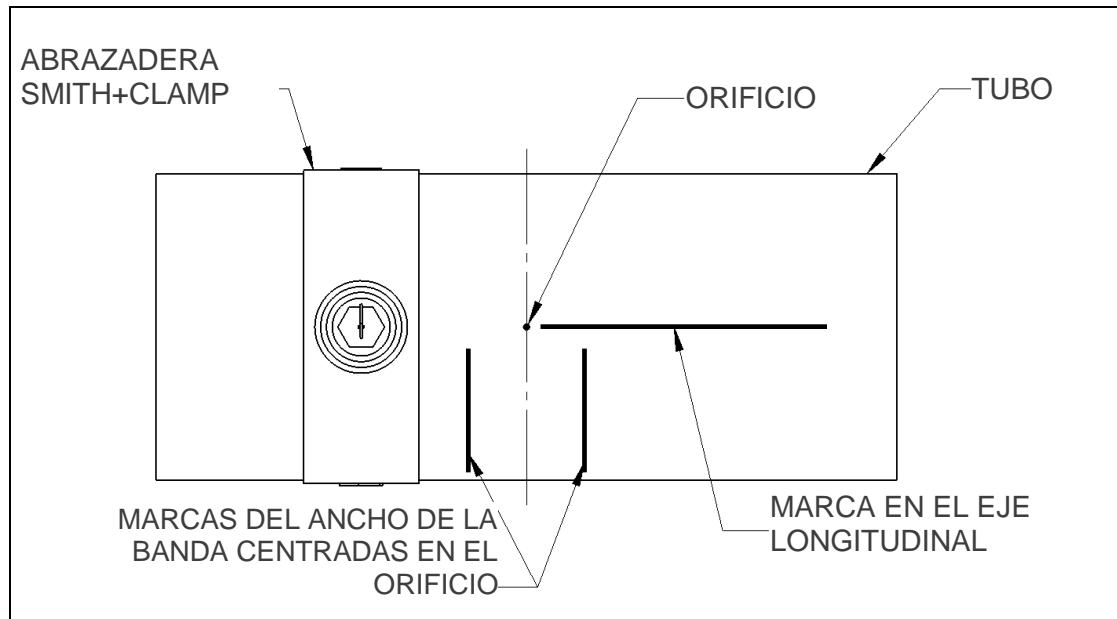

Figura 3
- Para ayudar a alinear la abrazadera "PLIDCO Smith+Clamp", puede ser útil marcar la ubicación del orificio en relación con el centro del cono de sellado usando una pluma de grasa, como se muestra en la figura 3. Marque una línea horizontal longitudinalmente por el centro del tubo, y 2